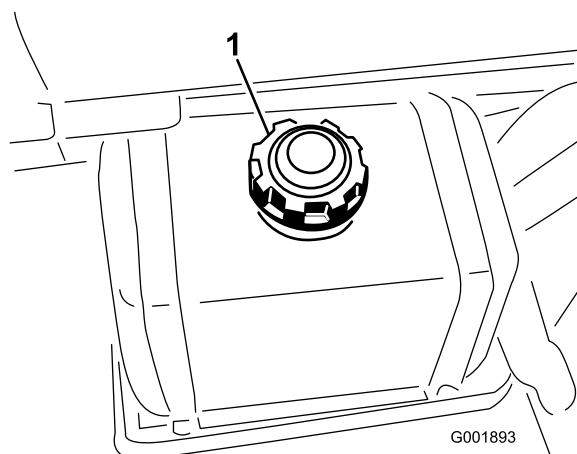

Figura 21
2. Limpie la zona alrededor del tapón del depósito de combustible (Figura 21).